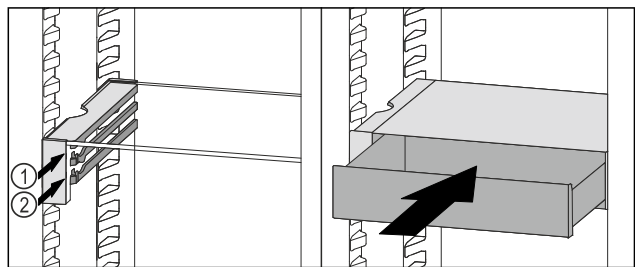

Fig. 127
- ▶ VarioSafe-Schubfach hinter den Stopperrn auf gewünschter Rippe Fig. 127 (1) oder Fig. 127 (2) aufsetzen.